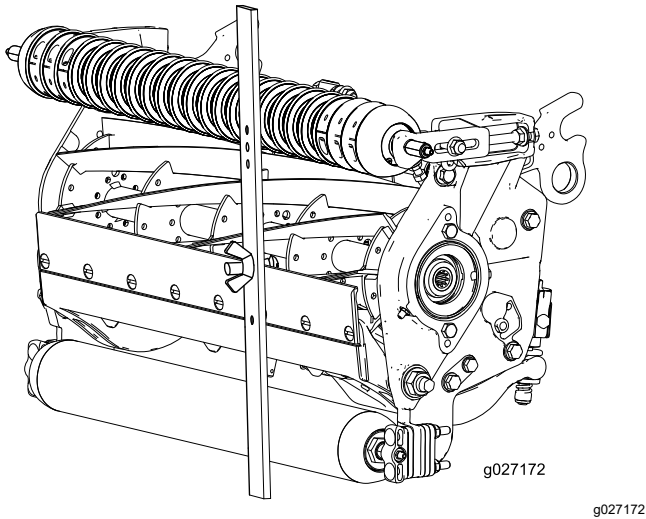

Figura 17
3. Enganche la cabeza del perno sobre el filo de la contracuchilla y apoye el extremo trasero de la barra sobre el rodillo trasero (Figura 17).
4. Gire el perno de ajuste hasta que el rodillo delantero entre en contacto con la barra de ajuste (Figura 17).